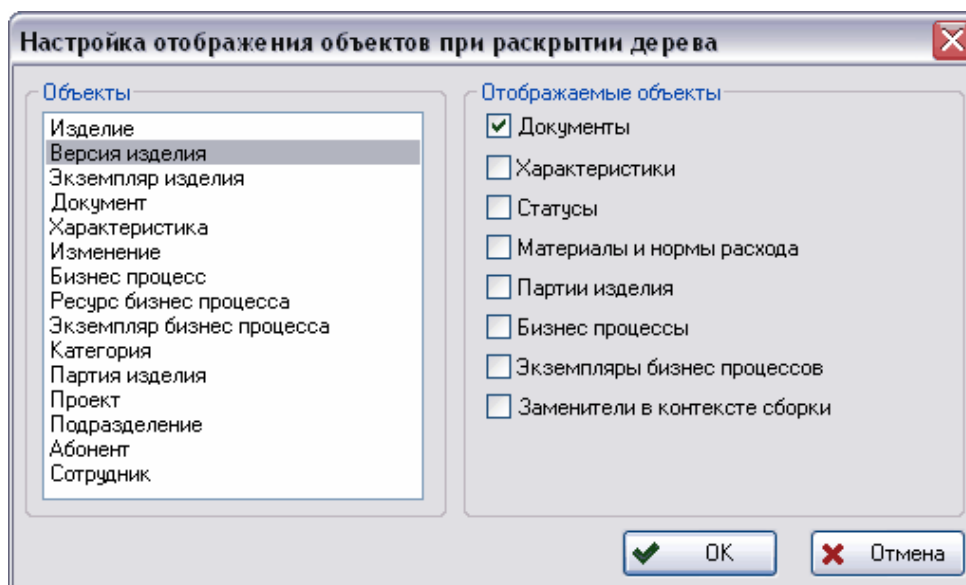

Рис. 45
3. В появившемся окне **Настройка отображения объектов при раскрытии дерева** в списке **Объекты** выберите **Версия изделия**. В разделе **Отображаемые объекты** укажите **Документы** (Рис. 45).